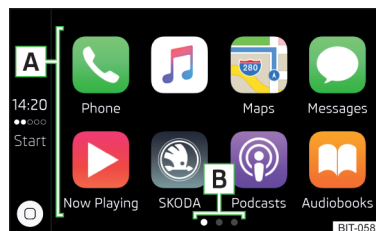

Abb. 220
- ▶ Im Hauptmenü Apple CarPlay die gewünschte Anwendung im Bereich **A** » Abb. 220 auswählen.